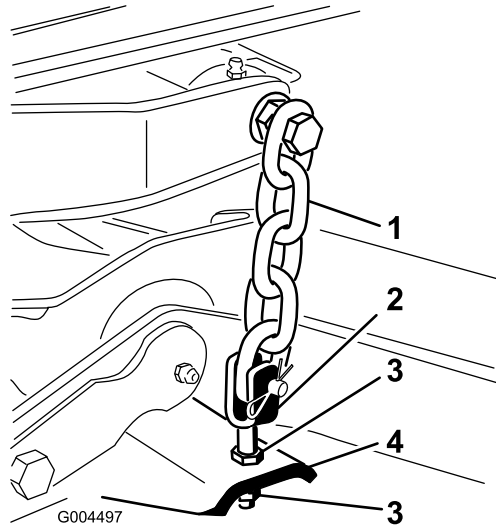

Figura 79
7. Regolate i controdadi che fissano le forcelle/catene della scocca al piatto di taglio, finché il passo della lama non è di 8 mm (Figura 79).